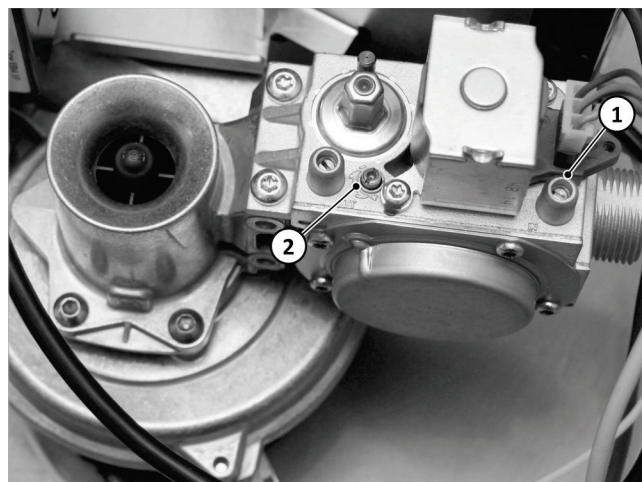

Fig. 97 : Réglage du brûleur
- Utilisez les raccords de mesure pour contrôler le débit du gaz lors du fonctionnement du brûleur ➔ Fig. 97 (1).